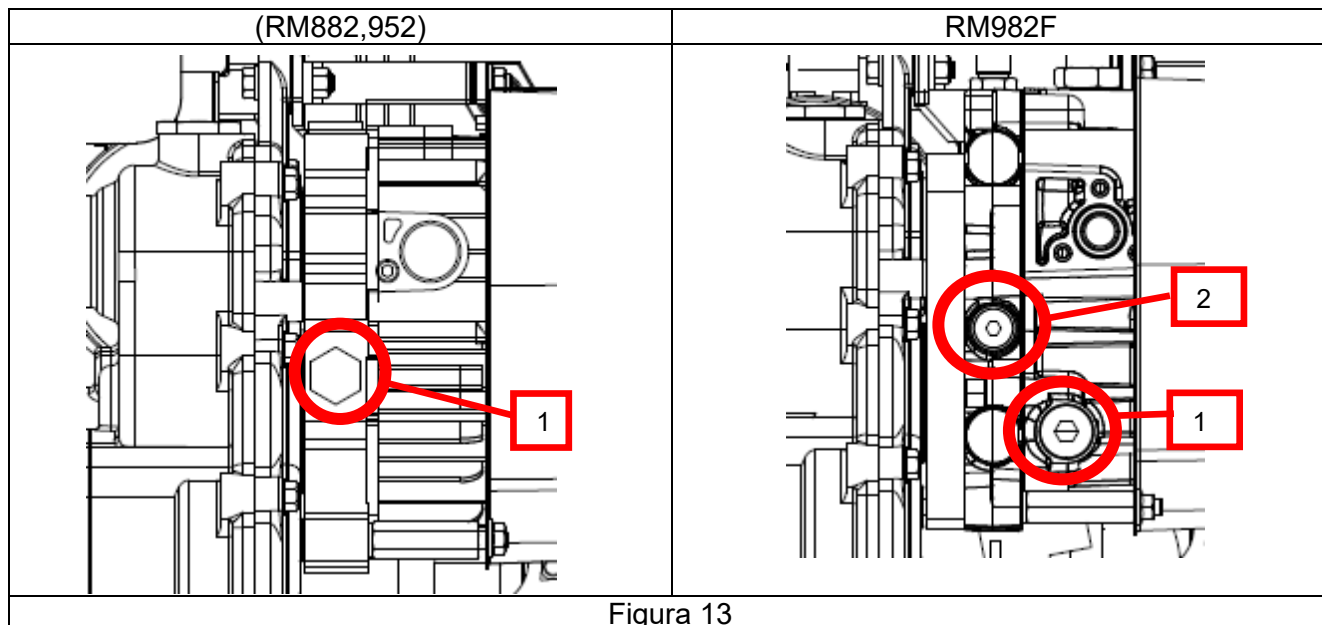
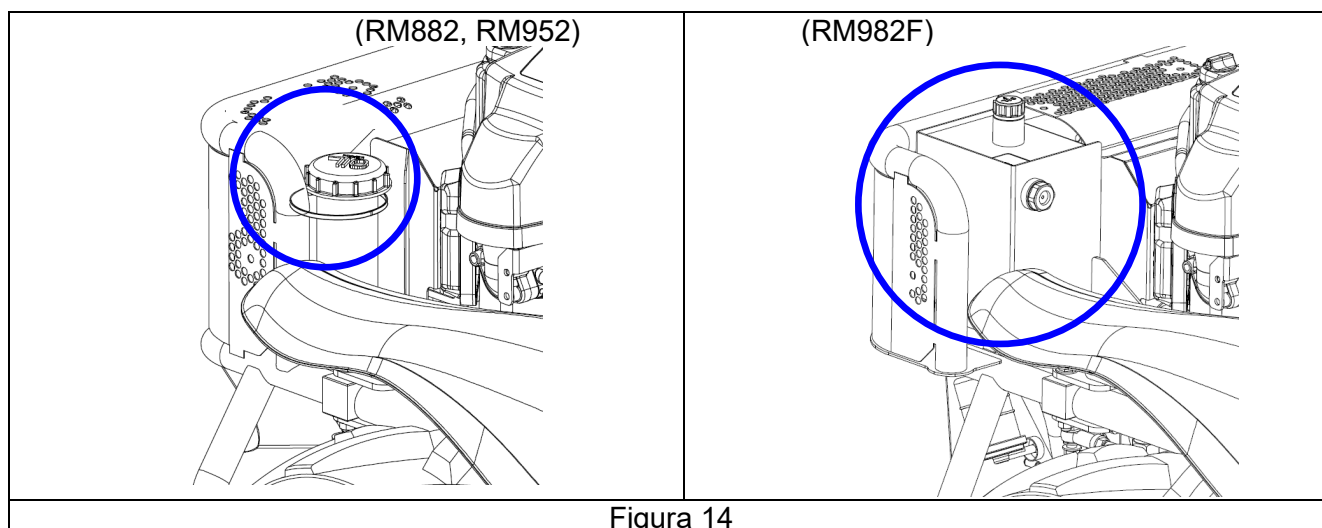

Figura 13
Figura 14
Nivel de aceite HST (figura 14)
Cambio de aceite hidrostático trasero (Figura 13, Figura 14)
1. Coloque el recipiente adecuado justamente debajo de la salida de la unidad hidrostática y realice la salida de este aceite al recipiente, retirando el tapón de drenaje de aceite. (1 Figura 13).
Nunca suelte el tornillo (2 Figura 13). De lo contrario, podría influir en la conducción de la máquina. Hacerlo se considera uso indebido, por lo tanto, la garantía no cubriría esto.
- Verifique si no hay burbujas en el depósito hidrostático. Después del trabajo, verifique si el nivel de aceite alcanza "posición de nivel alto", en el tanque de aceite. De lo contrario, añada aceite hasta llegar a ese punto de "nivel alto" (Figura 14)